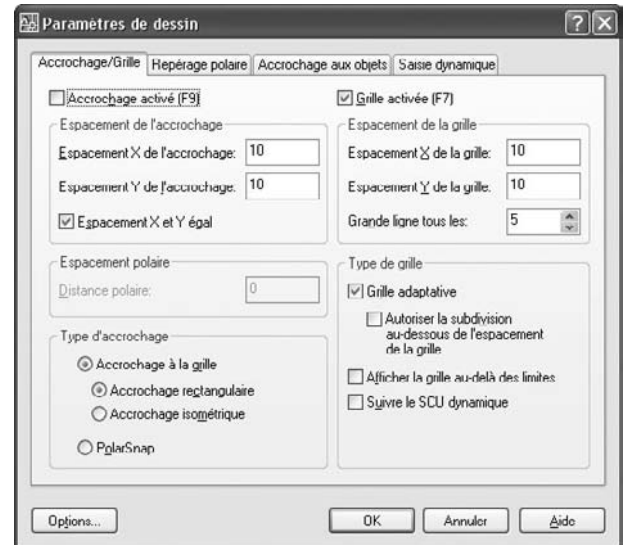

Fig.3.1
- 2 Activer les champs **Accrochage à la grille** (Grid snap) et **Accrochage Rectangulaire** (Rectangular snap) dans la zone **Type et style de l'accrochage** (Snap type and style) pour pouvoir définir une grille et un accrochage rectangulaire (fig.3.1).